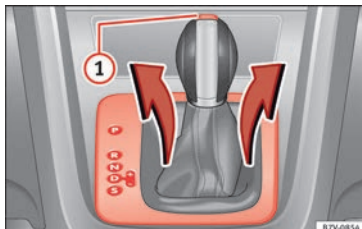

Fig. 49 Démontez le revêtement du champ d'indication des vitesses.
- Tirez le cache vers le haut au niveau du soufflet du levier sélecteur » **fig. 49**.
- Appuyez sur la touche de blocage » **fig. 49** ① sur le pommeau du levier sélecteur et placez le levier sur la position **N**.